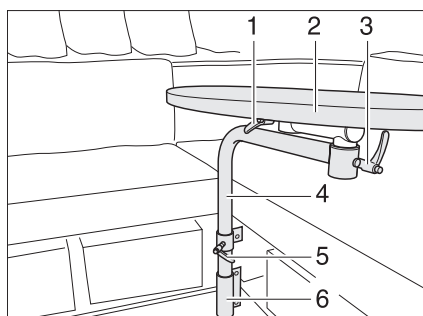

Fig. 57 Table pivotante
- Desserrer les vis à garret (Fig. 57,1, 3 et 5).
- Faire pivoter le plateau de table (Fig. 57,2) dans la position désirée.
- Desserrer la vis à garret (Fig. 57,5).
- Retirer le plateau de table (Fig. 57,2) avec son pied (Fig. 57,4) de la fixation (Fig. 57,6) et la poser de côté.